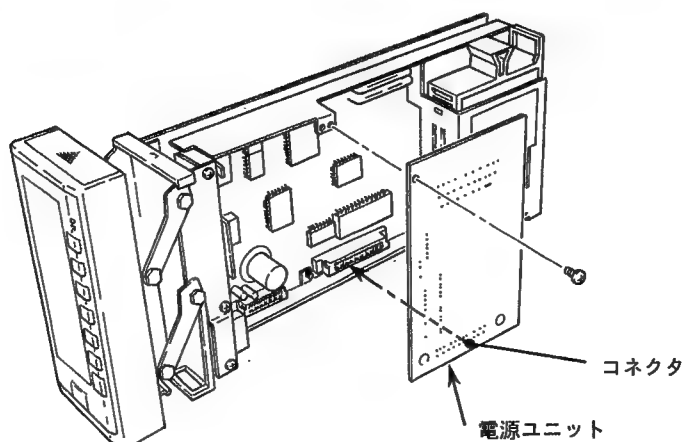

図11.9 電源ユニットの交換
- ① フロントパネルをスイングアップし、内器を引き出します。
- ② ドライバで取り付けネジを取り外します。
- ③ コネクタ部の左右を持ち、手前に引き抜きます(図11.9参照)。